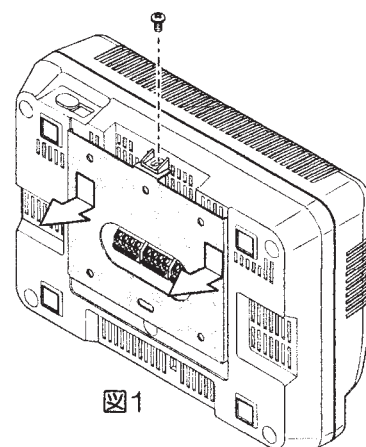

図1
- 取付ねじを外し、端子カバーを下向きにスライドさせて取り外します。(図1参照)